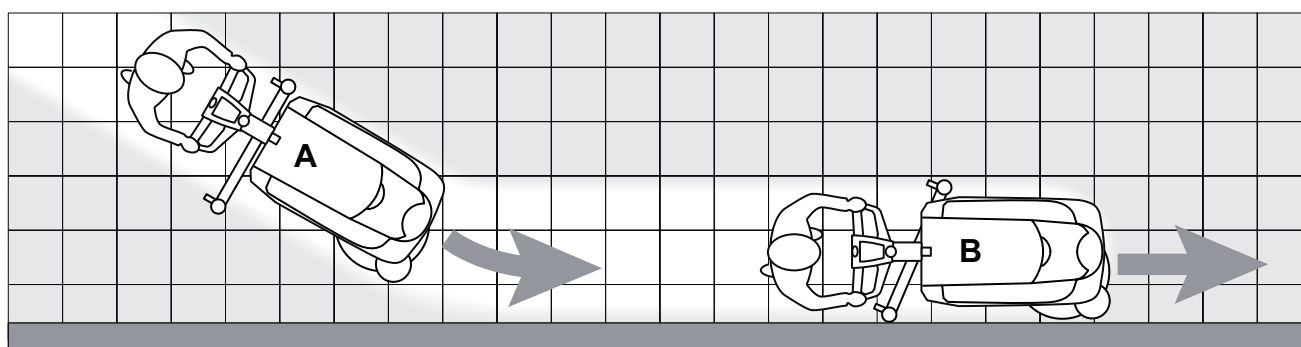

Figura 2
2. Menținând ambele mâini pe bara de ghidare (2), manevrați utilajul și începeți frecarea/uscarea podelei.
3. Dacă este necesar, reglați cantitatea de soluție cu ajutorul butonului (57).
*Pentru a evita zgârierea suprafeței de podea, nu folosiți peria fără soluție și, când utilajul este în repaus, opriți mișcarea perilor/suportului de tampon eliberând manetele (60).*
*Înainte de a ridica peria/tamponul, închideți-l prin eliberarea manetelor (60).*
*Pentru o curățare/uscare adecvată a podelei la marginea pereților, Nilfisk recomandă apropierea de perete cu partea dreaptă a utilajului, conform ilustrației din figura 2.*